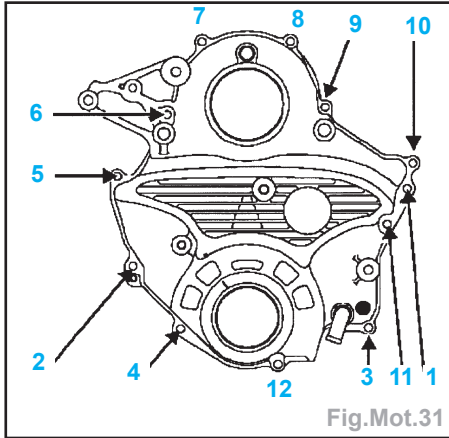

Fig.Mot.31
- Serrer les vis du carter au couple de **2,5 daN.m** dans l'ordre préconisé (Fig.Mot.31).